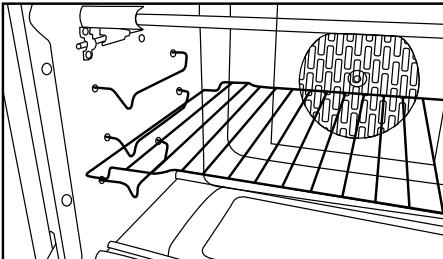

Afb. 2
2. Schuif het rooster lichtjes naar voren tot de rand voorbij PUNT A is (afb. 2).